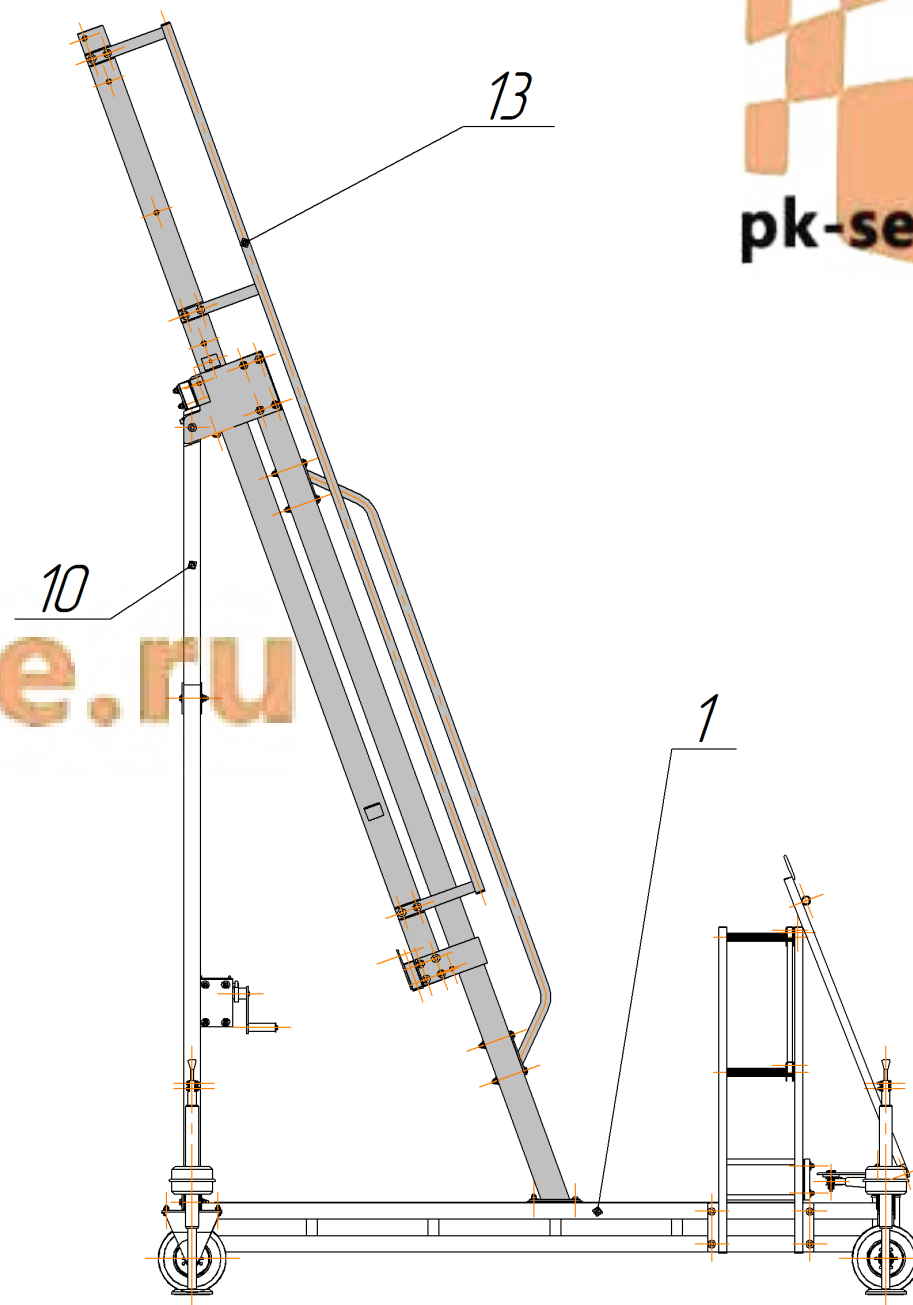

Рис. 3
5.10. Установить лестницы 13 на ферму несущую 1 и раму вертикальную 10. Рис. 3.